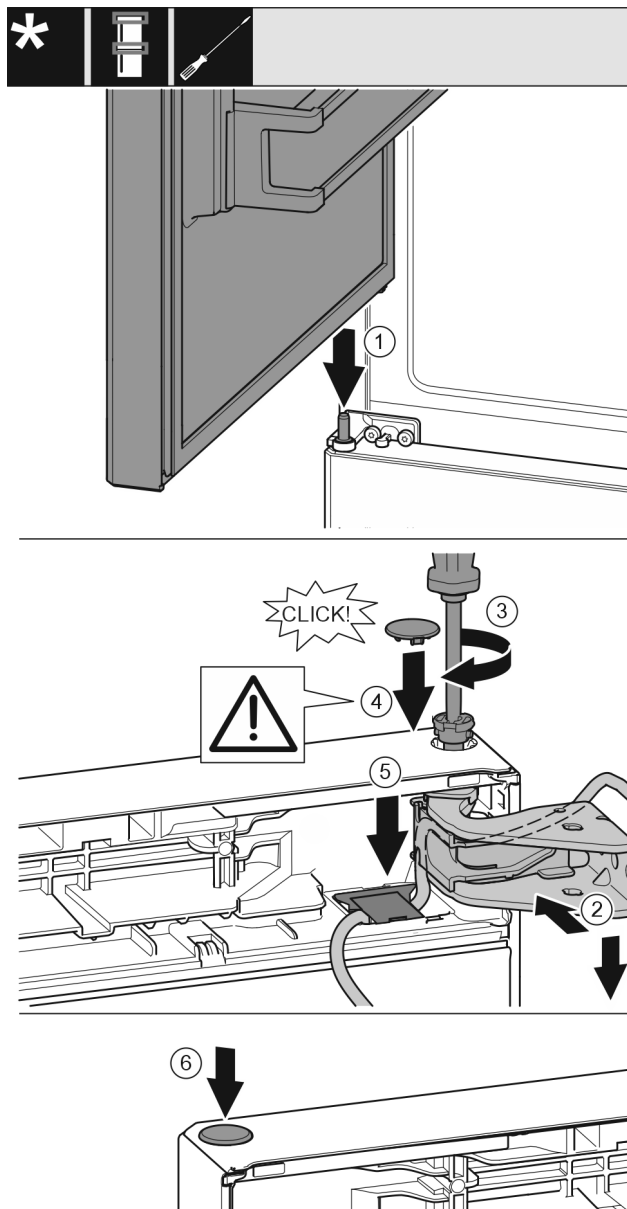

Fig. 42
- ▶ Założyć górne drzwi na środkowy sworzeń zawiasu Fig. 42 (1)
- ▶ Wyrównać drzwi u góry względem otworu w płytce zawiasu. Fig. 42 (2)
- ▶ Założyć sworzeń i dokręcić śrubokrętem T15. Fig. 42 (3)
- ▶ Zamontować osłonę bezpieczeństwa w celu zabezpieczenia drzwi: Włożyć osłonę zabezpieczającą i sprawdzić, czy przylega ona do drzwi. Ponadto założyć cały sworzeń. Fig. 42 (4)
- ▶ Włożyć osłonę i docisnąć do dołu, aby się zatrzasknęła. Fig. 42 (5)
- ▶ Założyć zatyczkę. Fig. 42 (6)